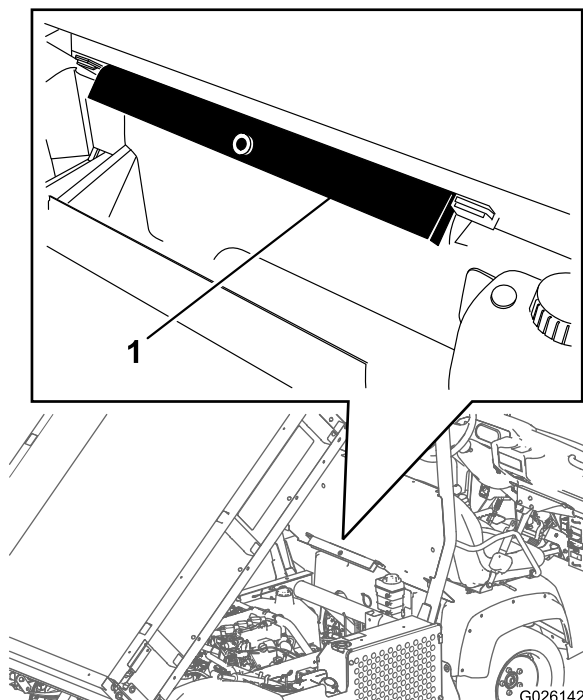

図 31
2. ROPS パネルの後ろについている保管用ブラケットから荷台サポート安全サポートを取り外す 図 31。